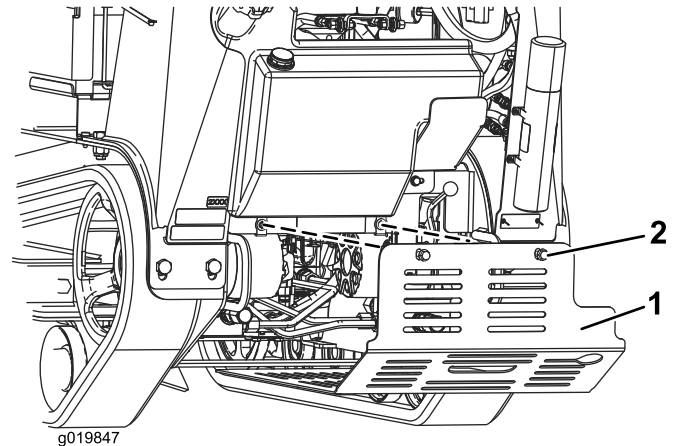

Figura 25
2. Faça deslizar o resguardo inferior para a máquina (Figura 25).